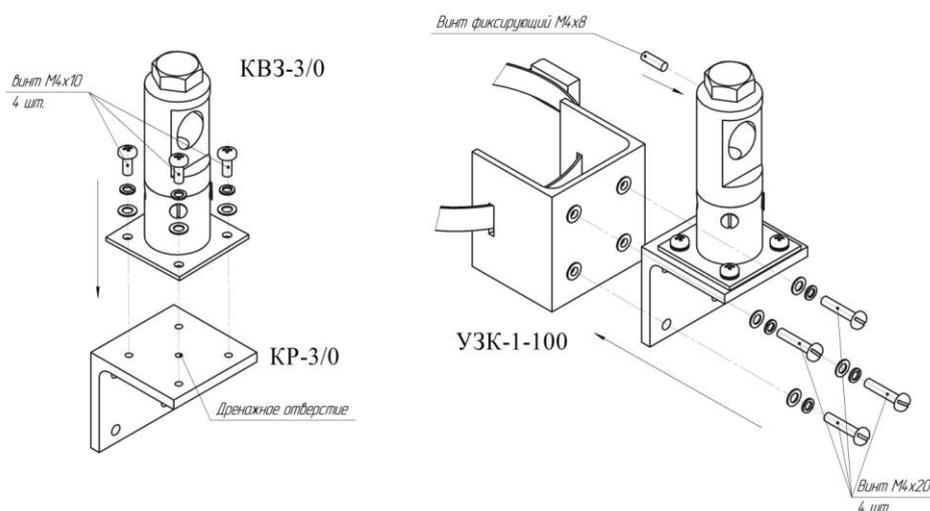

Рис. 10.3
10.4.3 На опоре с помощью болтов, гаек и шайб устанавливается необходимый УЗК для одного БПРМ (БПРД) (см. табл. 10.2). Высота установки определяется оперативно-тактическими соображениями и конкретными условиями. Ориентировочная высота установки БПРМ (БПРД) 0,8...1,4м от усредненной поверхности земли (пола) до нижней части БПРД(БПРМ). Пример установки на опоре УЗК-1-100 см. на рис. 10.3.